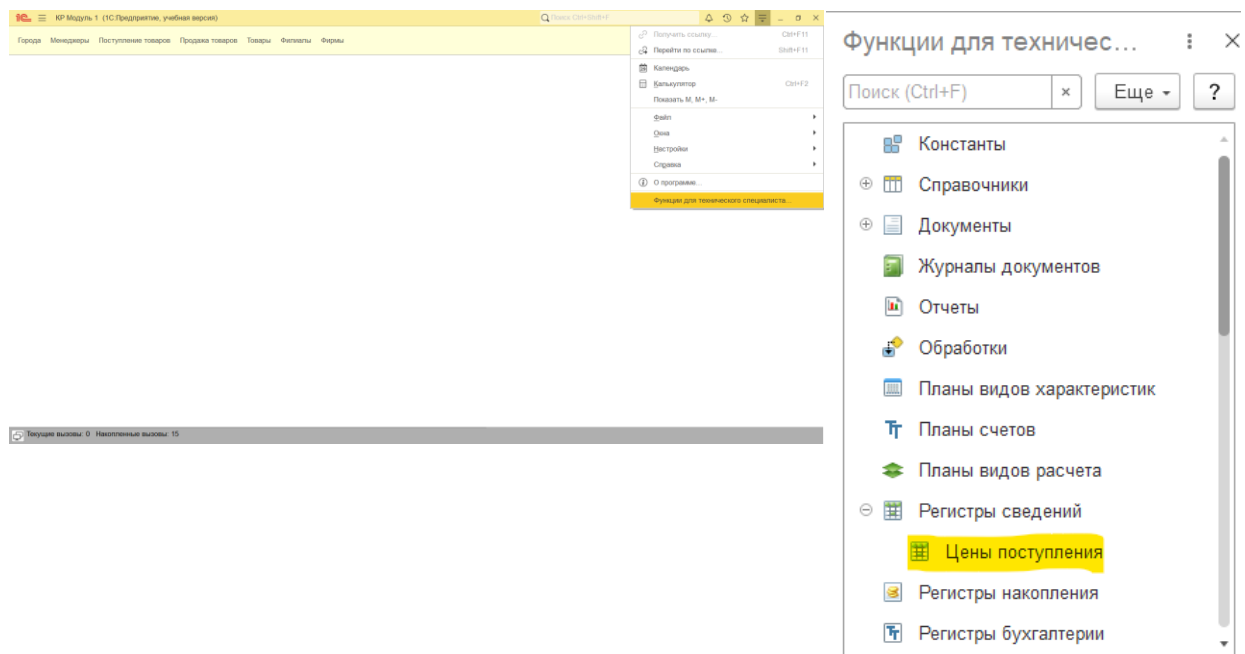

Рис. 3.14. Функции для технического специалиста
7. Для открытия регистра сведений в режим 1С: Предприятие необходимо нажать на кнопку «Сервис и настройки», затем «Функции для технического специалиста», и в дереве конфигурации выбрать регистр сведений «Цены поступления» (рис. 3.14).